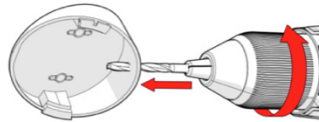

Bild 4: Aufputzmontage.
- Aufputzmontage, siehe Bild 4